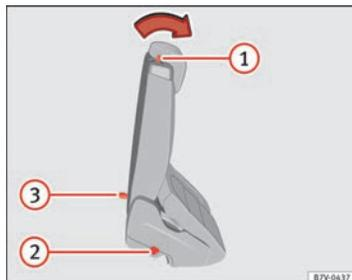

Abb. 81 Zweite Sitzreihe: Bedienelemente der Einstiegshilfe.
- Gegebenenfalls Gegenstände aus dem Fußraum der zweiten Sitzreihe entfernen ⇒ ①.
- Hebel ⇒ Abb. 81 ① nach vorn drücken und Rücksitzlehne nach vorn klappen. Der komplette Rücksitz klappt nach vorn ⇒ ⚠ und kann in Längsrichtung noch weiter nach vorn geschoben werden.